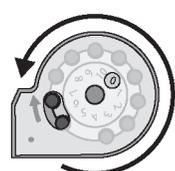

Fig. 7d
• Gire o magazine no sentido anti-horário e preencha os slots com chumbo. Quando estiver totalmente cheio, trave a cobertura transparente na posição inicial e o magazine está pronto para uso. (Fig. 7d.)